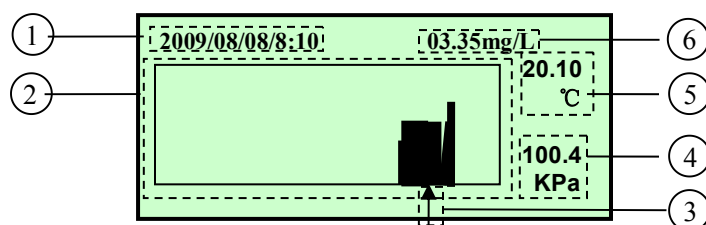

图 3-45 历史数据界面
仪表每隔 5 分钟将自动记录测量的数据,一次能显示 12 个小时的历史记录,在信息菜单内选择“2 历史数据”后按“SET”键,就出现如图 3-45 所示的历史数据显示界面,标号①的时间是箭头所指数据的测量时间,箭头移动时,时间相应变化;标号②为历史数据比例显示区,曲线的高度是历史数据相对 20mg/L